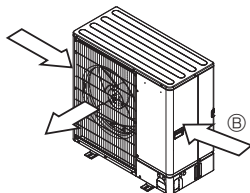

Fig. 2-6
③ Jei įmanoma, pastatykite įrenginį taip, kad oras per oro išėjimo angą pūstų statmenai sezoninio vėjo krypties atžvilgiu. (Fig. 2-6)